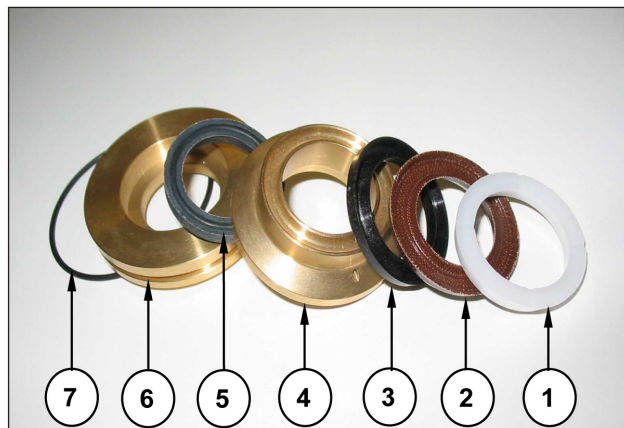

Fig. 28
**Prestare attenzione all'ordine di smontaggio del pacco guarnizioni come indicato in Fig. 28 composto da:**